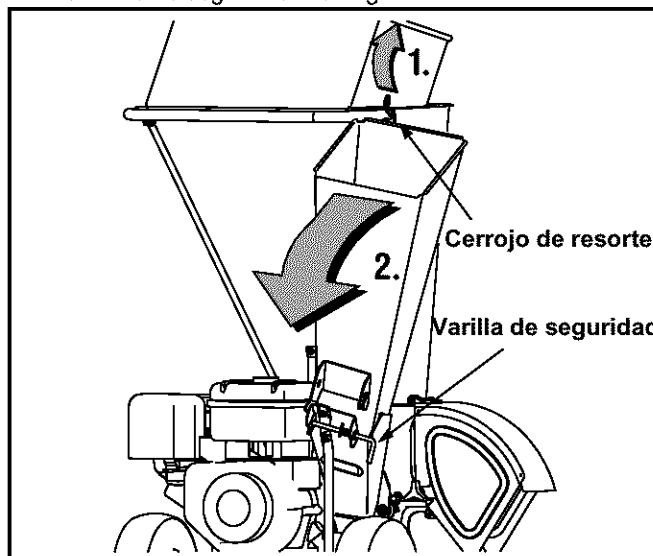

Figura 2
- Tire del cerrojo de resorte hacia arriba y gire suavemente el canal de la cortadora hacia abajo hasta que se trabe en la varilla de seguridad. Ver Figura 2.